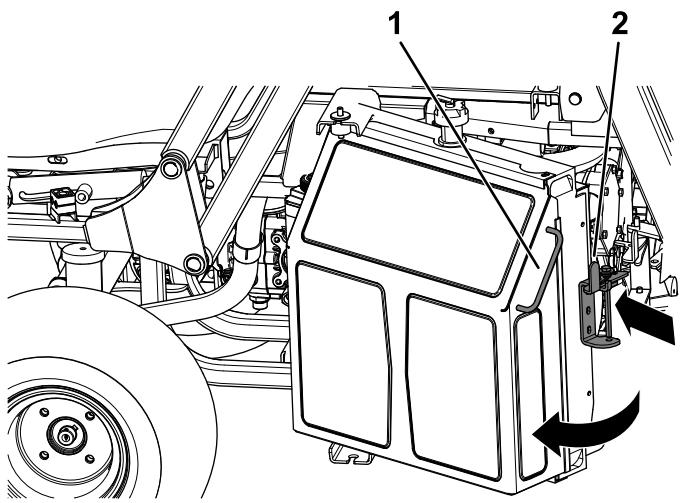

Figura 58
1. Spingete verso l'interno il fermo sul radiatore verso il radiatore \(Figura 58\).
2. Utilizzando la maniglia sul lato del radiatore, ruotate il radiatore per accedere al motore \(Figura 58\).